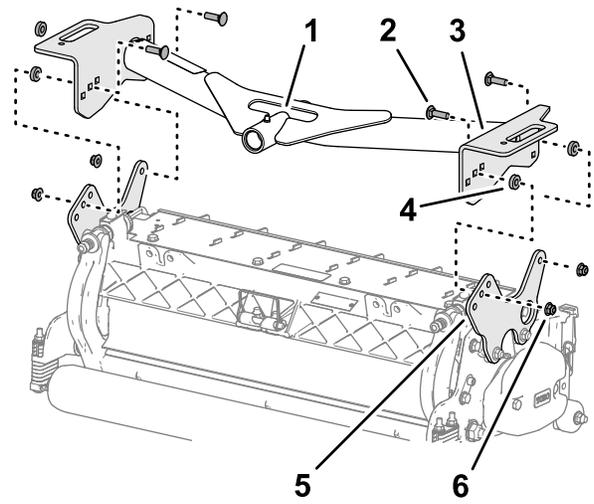

Figura 19
- Alinee los orificios de las placas del bastidor de tiro delantero con los orificios de las placas de montaje de la unidad de corte (Figura 19).
- Alinee un espaciador entre la placa del bastidor y la placa de montaje (Figura 19), y ensamble provisionalmente las placas y el espaciador con un perno de cuello cuadrado ($\frac{3}{8}$ " x $1\frac{1}{4}$ " y una contratuerca con arandela prensada ($\frac{3}{8}$ ").